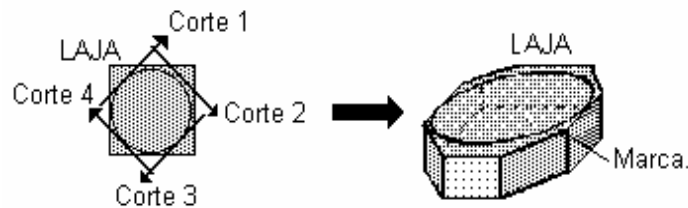

Figura 10: Corte de la piedra.
3.- Después se corta la piedra. Se emplea una *sierra circular de 8"* de diámetro de *grano fino* de **0.032mm** de espesor, con esta solo se realizan cortes rectos y en todo momento se mantiene húmeda la sierra con lubricante (Agua y petróleo) (**Figura 10**).